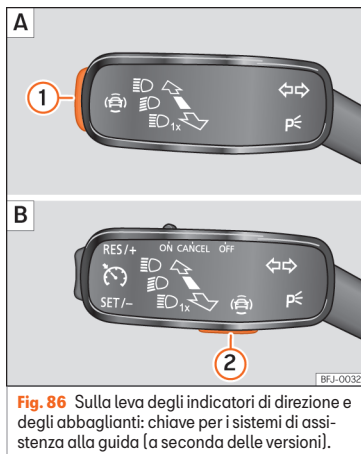

Fig. 86 Sulla leva degli indicatori di direzione e degli abbaglianti: chiave per i sistemi di assistenza alla guida (a seconda delle versioni).
- Premere brevemente il tasto »» fig. 86 **1** o **2** per aprire il menu **Assistenti**.